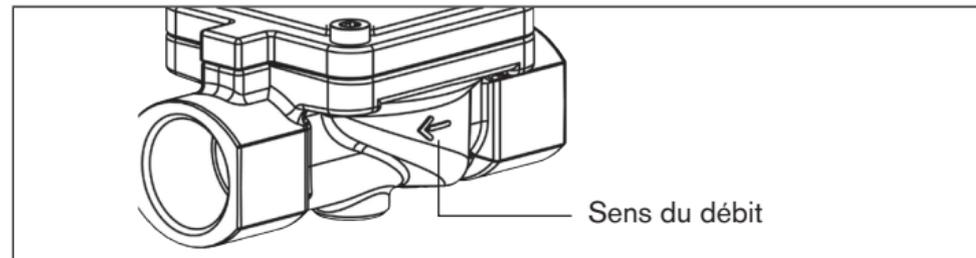

Fig. 3 : Corps avec identification du sens de débit
- Respecter le sens du débit de la vanne (voir « Fig. 3 »).